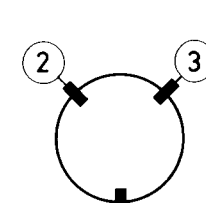

Fig II-5d
Die dynamische Konvergenz wird erzielt, indem man die Ablenk-Unit in vertikale und in horizontale Richtung kantelt. Um die richtige Stellung der Ablenk-Unit zu fixieren, hat man drei Gummikeile zwischen dem Glas des Bildröhren-Konus und der Ablenk-Unit angebracht. (siehe Abb. II-5d oder II-6d). Diese Keile sind in zwei Dicken lieferbar: ein Keil mit einer Dicke von 7mm ist unter Codenummer 4822 462 40356 und einer mit einer Dicke von 11 mm ist unter Codenummer 4822 462 40357 lieferbar.
6. Keil ① entfernen, so dass die Situation gemäss Abb. II-5d oder 6d entsteht.